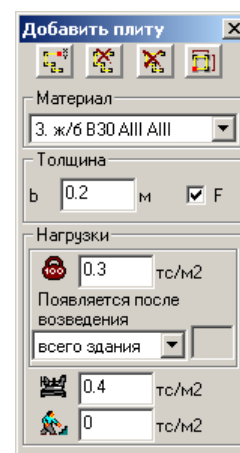

Рис.1.7.1. Окно диалога **Добавить плиту**
- В открывшемся окне диалога **Добавить плиту** (рис. 1.7.1) задайте следующие параметры: